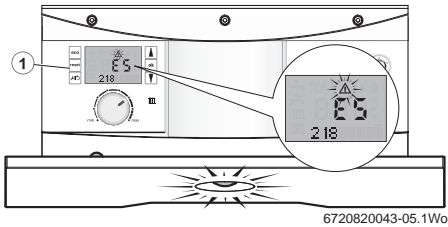

Fig. 7 Desbloqueo de la caldera
También se muestra el **código de fallo** parpadeando, véase la fig. 7.
- ▶ Anotar estos códigos de error en la tabla de abajo, como ejemplo se puede ver la fig. 7, códigos de error E5 y 218.